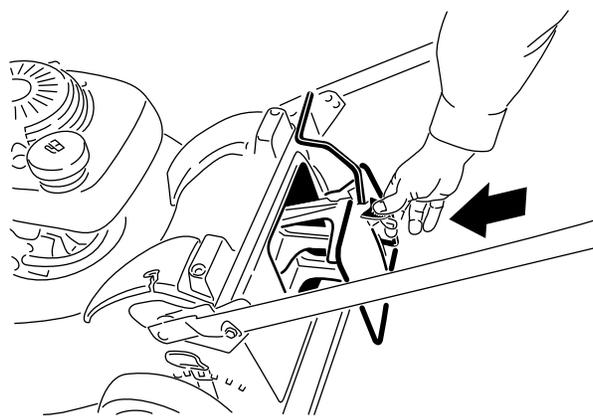

Figura 31
2. Introduzca el tapón de mulching (Figura 31).